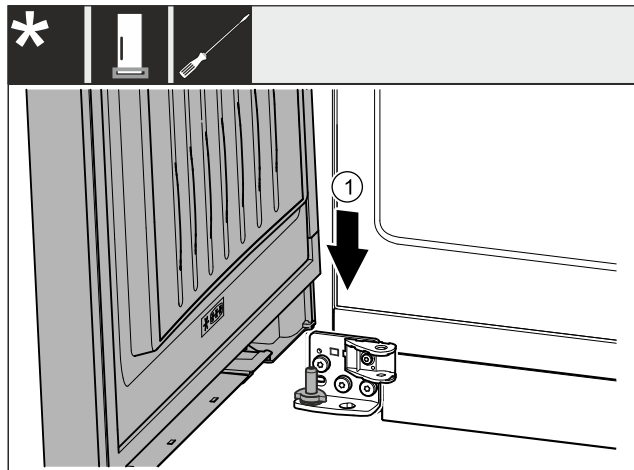

Fig. 30
- ▶ Asetage uks ülaltpoolt alumisele laagripoldile. Fig. 30 (1)